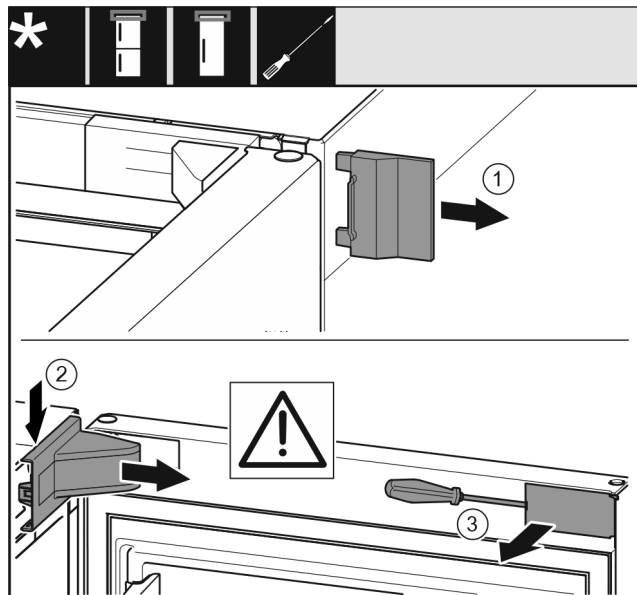

Fig. 8
- 取下外盖 Fig. 8 (1)。
- 拆卸并取下托架盖 Fig. 8 (2)。
- 使用带槽螺丝刀松开隔板 Fig. 8 (3)并把它转到一边。